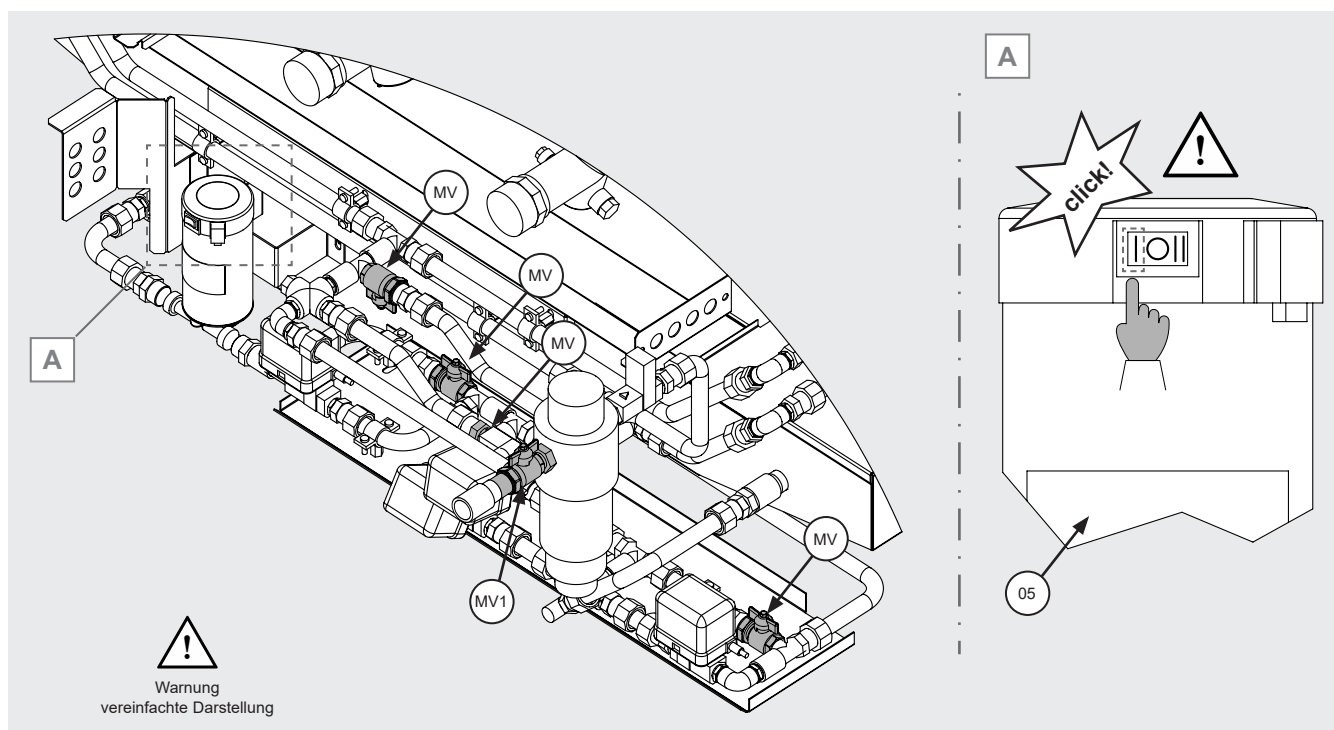

Abbildung 15
- 10.14 Manuelles Ventil (MV1) am Wassereingang geöffnet, übrige manuelle Ventile (MV) geschlossen, siehe Abbildung 15.
- 10.17 Prüfen Sie, ob der Schalter der Rückgewinnungspumpe (05), falls vorhanden, auf I steht. Siehe Abbildung 15, Detail A.